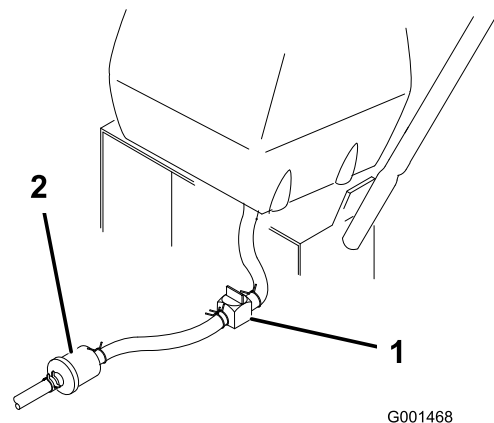

Figura 34
4. Cierre la válvula de cierre de combustible del depósito de combustible (Figura 34).
5. Apriete los extremos de la abrazadera y deslícela por el tubo alejándola del filtro (Figura 34).
6. Retire el tubo de combustible del filtro (Figura 34).
3. Cierre la válvula de cierre de combustible del depósito de combustible (Figura 34).
5. Abra la válvula de cierre del combustible (Figura 34).